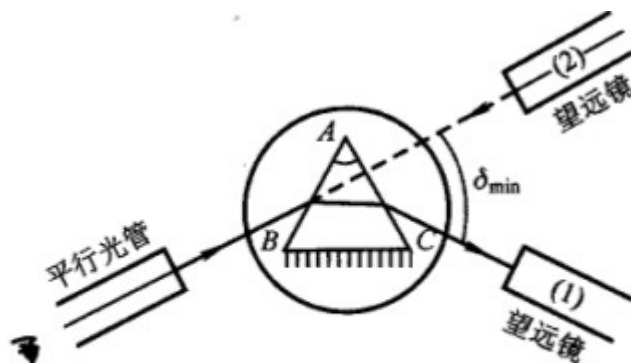

图 7.1.2-11 测最小偏向角方法
(1) 平行光管狭缝对准前方汞灯光源。
(2) 旋松望远镜止动螺钉 (16) 和游标盘止动螺钉 (23)，把载物台及望远镜转至如图 7.1.2-11 中所示的位置 (1) 处，再左右微微转动望远镜，找出棱镜出射的各种颜色的汞灯光谱线 (各种波长的狭缝像)。
(3) 轻轻转动载物台 (改变入射角 i_1)，在望远镜中将看到谱线跟着动。改变 i_1 ，应使谱线往 δ 减小的方向移动 (向顶角 A 方向移动)。望远镜要跟踪光谱线转动，直到棱镜继续转动，而谱线开始要反向移动 (即偏向角反而变大) 为止。这个反向移动的转折位置，就是光线以最小偏向角射出的方向。固定载物台 (锁紧 23)，再使望远镜微动，使其分划板上的中心竖线对准其中的那条绿谱线 (546.1 nm)。
(4) 测量
记下此时两游标处的读数 θ_1 和 θ_2 。取下三棱镜 (载物台保持不动)，转动望远镜对准平行发光管，即图 7.1.2-11 中 (2) 的位置，以确定入射光的方向，再记下两游标处的读数 θ'_1 和 θ'_2 。此时绿谱线的最小偏向角